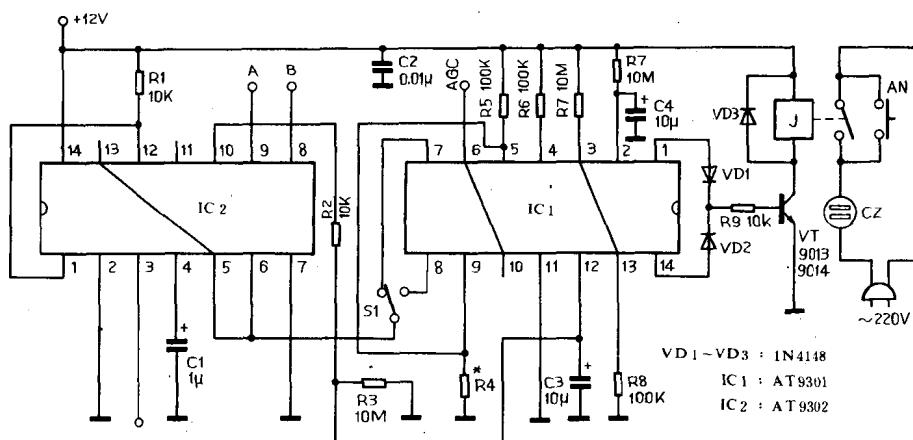

图 1—2 A 型控制器电路
电路原理如图 1—2 所示,图中,IC1 完成开机延时、延时关机、判定信号有无等功能。其中
开机延时是保证电视机在开机后即使暂时未接收到信号也不会马上关机。开电视机时,用户按动 SB, 电视机加电工作, 图 1—2 电路亦开始工作, IC1 第①脚输出高电平, VT 导通, 继电器 K 吸合形成自保。IC1 第①脚输出的高电平大约维持 5 分钟, 用户可利用这段时间完成调台、换台等动作; 延时关机是指当电视信号消失后延迟一段时间自动切断电视机电源。有信号时, IC1 第⑭脚输出高电平使继电器吸合, 信号消失后, IC1 的第⑭脚仍保持高电平约 5 分钟, 之后变为低电平, 继电器释放, 电视机断电关机; 判定电视信号的有无是通过检测电视机中放部分的中频自动增益(IF AGC)电压来完成的。大家知道, AGC 电压随外来电视信号的强弱而发生变化: 信号越强且 AGC 电压越高的称为“正向 AGC”; 信号越强 AGC 电压越低的称为“负向 AGC”。在图 1—2 中, 当电视机为正向 AGC 时, 开关 S1 接至 IC1 的第⑦脚; 负向 AGC 时 S1 接